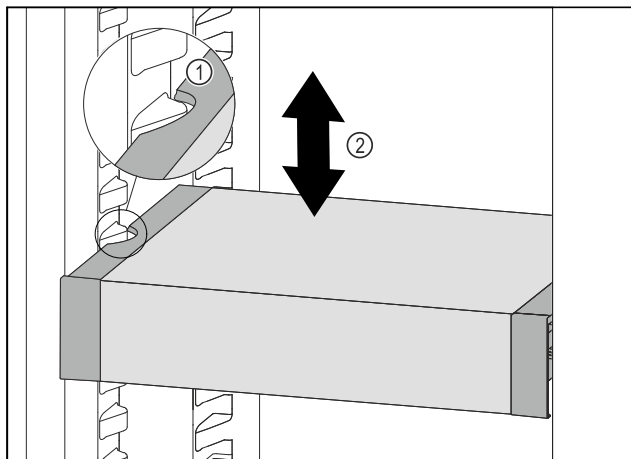

Fig. 121
- Tirare VarioSafe in avanti fino a quando le cavità laterali di VarioSafe non si trovano al livello della nervatura del contenitore nel vano frigorifero. Fig. 121 (1)
- Spostare VarioSafe verso l'alto o verso il basso nel vano frigorifero fino a raggiungere l'altezza desiderata. Fig. 121 (2)